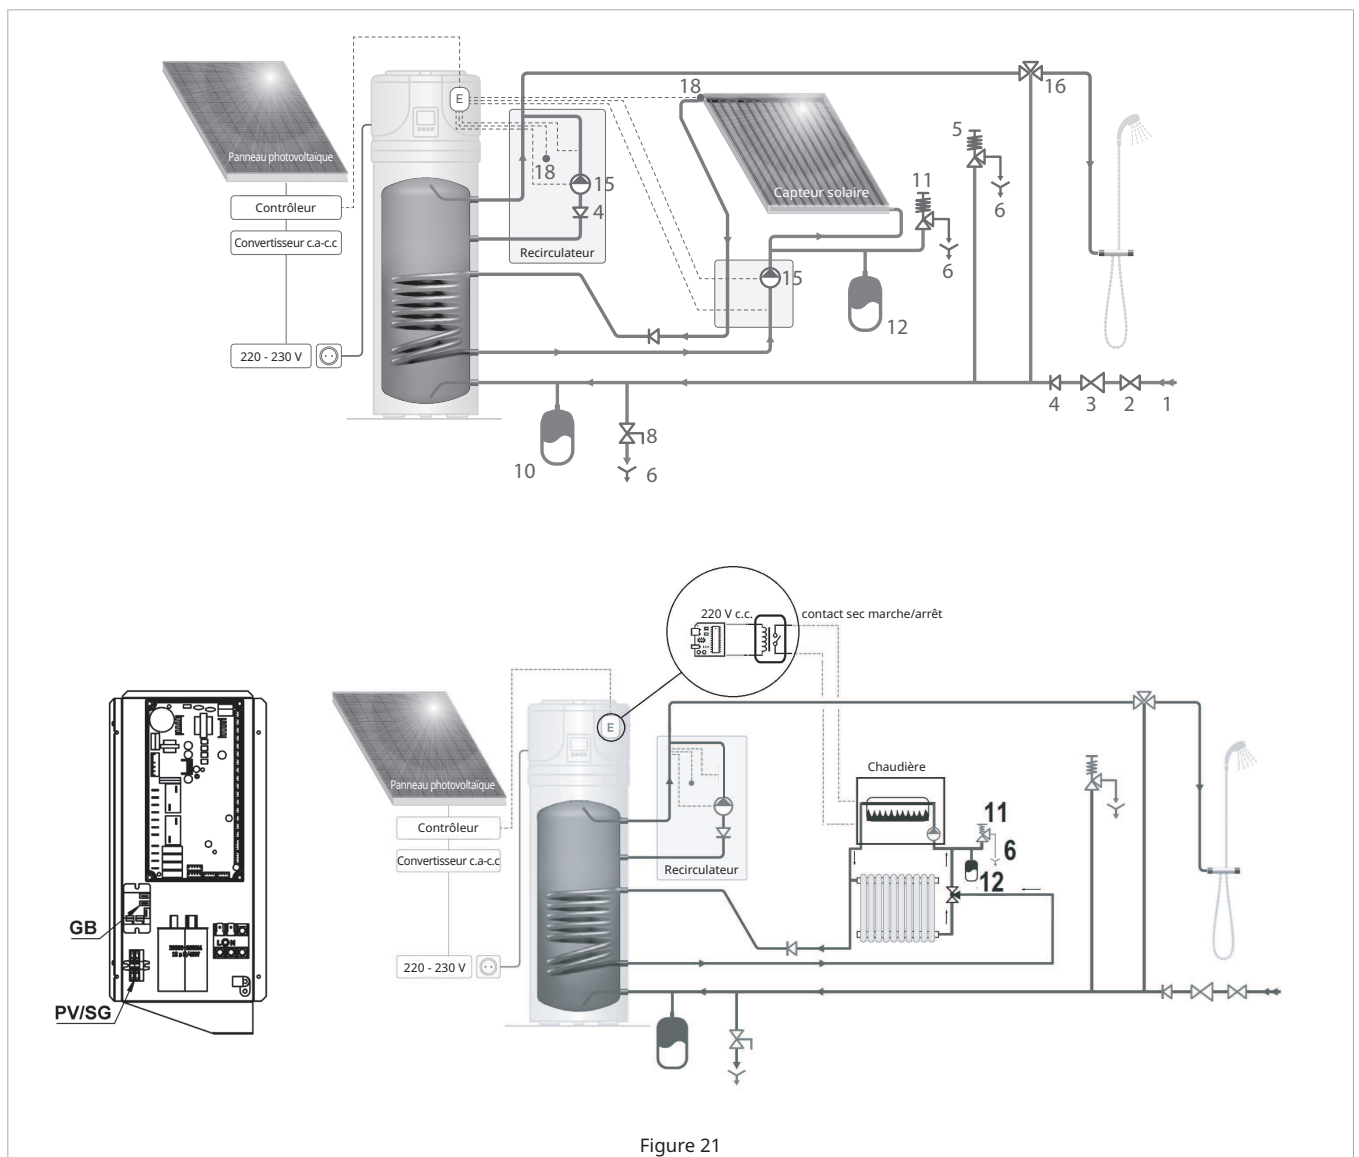

Figure 21
- ⚠ Les tuyaux en plastique (PP) sont perméables à l'oxygène. Ne connectez jamais l'échangeur de chaleur à un tuyau PP ou à un système à circulation ouverte. Le non-respect de cette règle provoquera de la corrosion à l'intérieur du tube.
- ⚠ L'installateur du système doit installer une soupape de sécurité de 8 bars sur le tuyau d'arrivée d'eau froide (n° 5, Figure 21).
- ❗ L'équipement de sécurité contre la surpression doit être utilisé régulièrement afin d'éliminer les dépôts de calcaire et de s'assurer qu'il n'est pas obstrué (Figure 21).
- ❗ Le tuyau de vidange connecté à la soupape de sécurité doit être installé incliné vers le bas et dans un endroit où il est protégé contre la formation de glace (n° 6, Figure 21).
- ❗ Un vase d'expansion (n° 10, Figure 21) doit être installé afin d'absorber l'expansion de l'eau due à la variation de température. Le régulateur de pression (n° 3) et le vase d'expansion doivent être installés ensemble par une personne qualifiée.
- ⚠ La pompe à chaleur pour la production d'eau chaude sanitaire est capable de chauffer l'eau à plus de 65 °C. C'est pourquoi il est nécessaire d'installer un système de mélange thermostatique automatique sur le tuyau d'eau chaude (n° 16, Figure 21) afin d'assurer une protection contre les brûlures.**